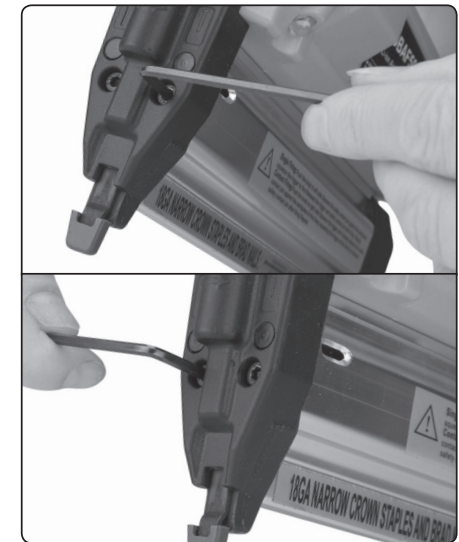

Abb. 8
2. Wenn es möglich ist, den eingeklemmten Nagel oder die Klammer aus dem Magazin zu entfernen, ohne das Werkzeug zu beschädigen, entfernen Sie sie beispielsweise mit einer geeigneten Zange. Andernfalls muss der vordere Teil des Naglers (Abb. 8) nach dem Lösen der Schrauben entfernt werden.